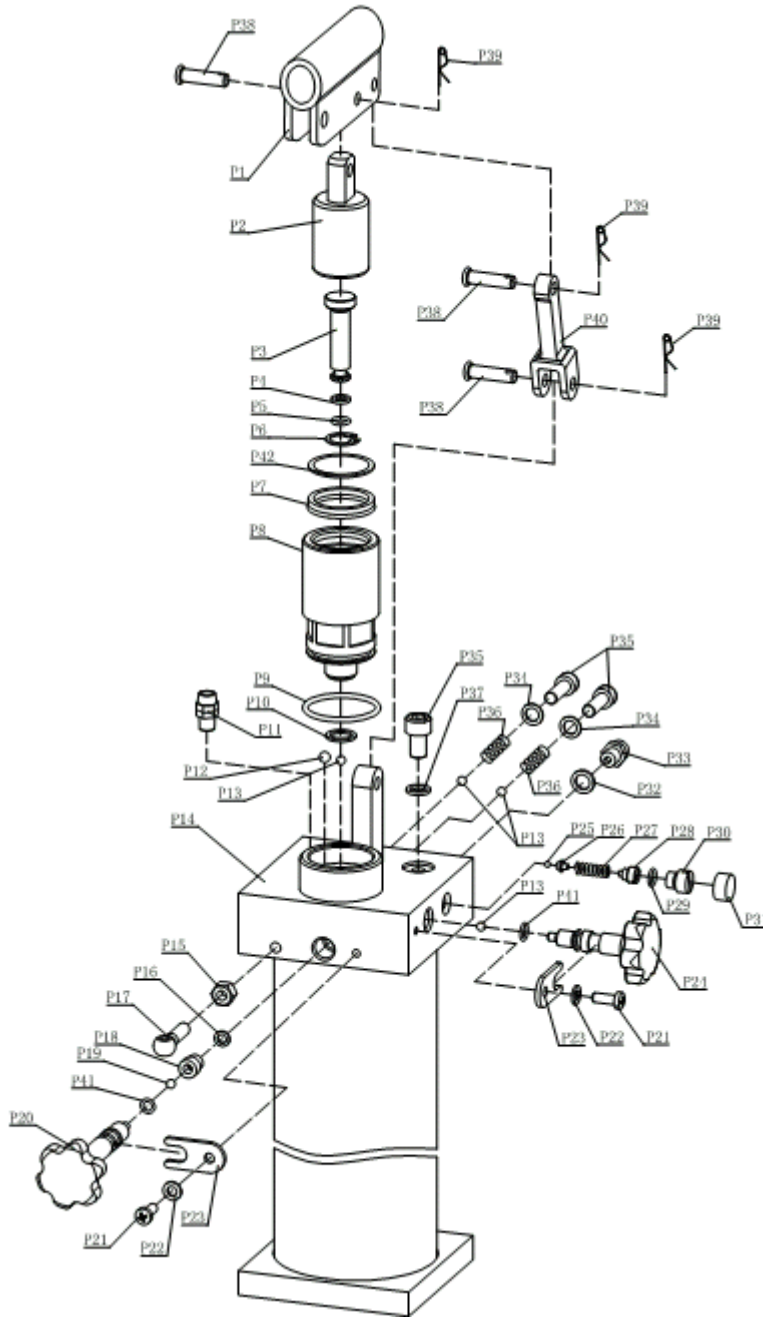

Рис. 2
- 4.1 **ВНИМАНИЕ** Перед первым использованием продукта необходимо прокачать гидравлическую систему. Для этого открыть длинный и короткий клапаны опускания (P25 и P31, рис. 2), повернув их против часовой стрелки. Сделать несколько полных рабочих ходов насоса для удаления воздуха из системы.